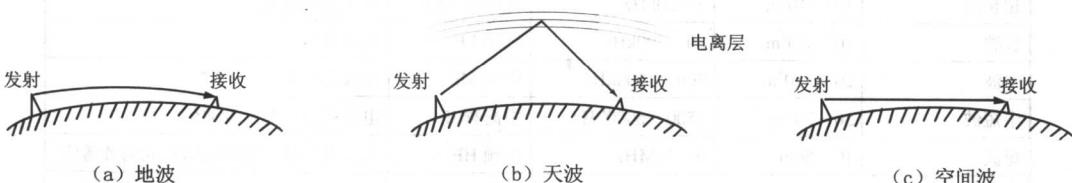

图 1-2 无线电波的传播
**地波：**沿着地球表面传播的波叫地波，如图 1-2 (a) 所示。由于地球表面存在山川等障碍物，它们对频率高、波长短的无线电波的阻碍作用大，而对频率低、波长长的无线电波的阻碍作用小。因此，地波是超长波和长波的主要传播形式。中波也可以通过地波的形式进行传播，但距离不会太远。
**天波：**由于天空中存在电离层，当无线电波射到电离层时，就会被电离层反射到接收端，这种传播方式称为天波，如图 1-2 (b) 所示。天波是短波的主要传播形式，中波在晚上也能通过天波传播。
**空间波：**在大气的底层，沿直线传播的无线电波叫空间波，如图 1-2 (c) 所示，它是超短波（米波和分米波）的主要传播形式。对于超短波而言，其频率高、波长短，绕行障碍物的能力弱，难以通过地波传播。而电离层对它的反射能力又很弱，故超短波也不能通过天波传播，只能通过空间波的形式传播。空间波的传播距离较短，约 100km~200km，大约相当于视线距离，故又有视距波之称。